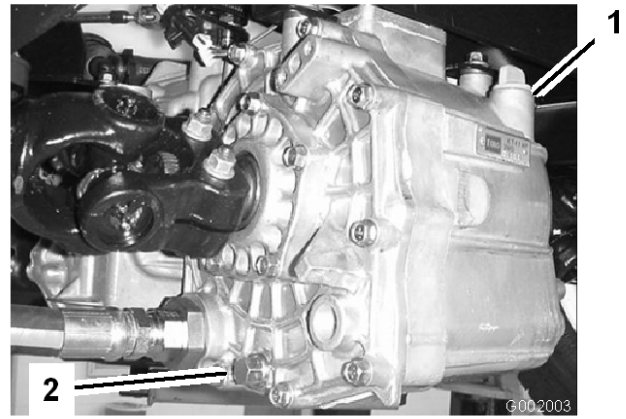

Figura 67
3. Togliete la valvola di spurgo situata sul fianco del serbatoio e lasciate defluire il fluido idraulico nella bacinella (Figura 67).